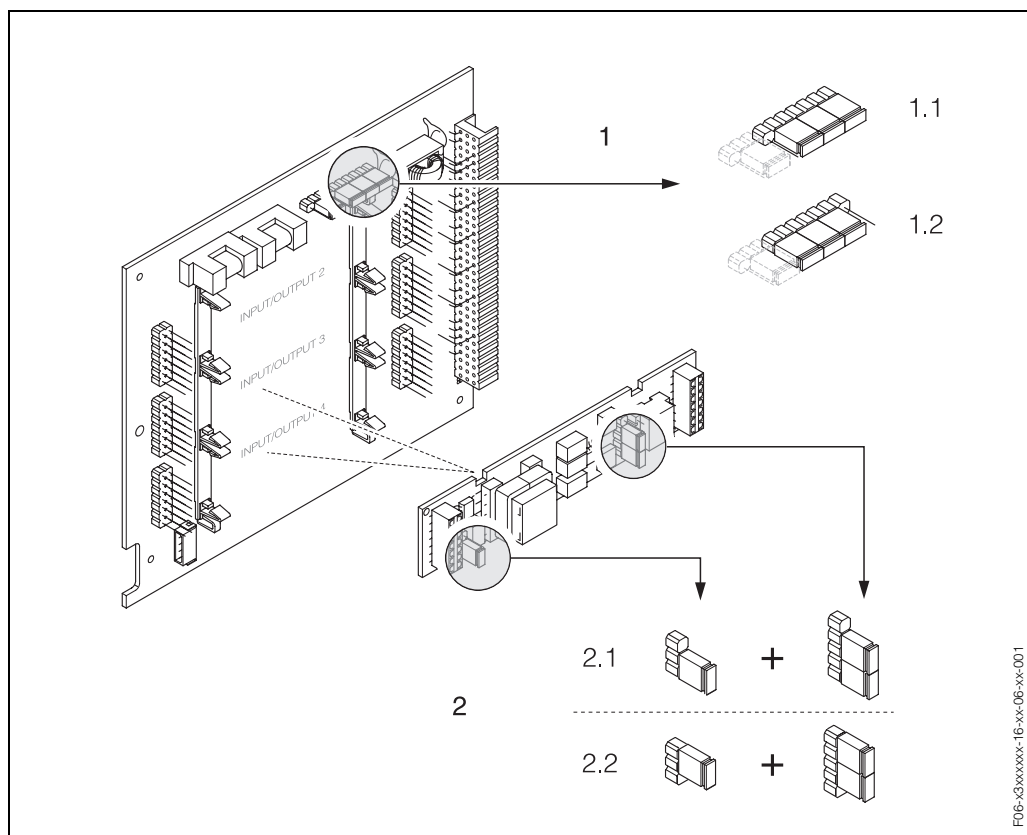

Abb. 33: Stromausgänge konfigurieren mit Hilfe von Steckbrücken (I/O-Platine)
3. Steckbrücken entsprechend Abb. 33 positionieren.
- Zerstörungsgefahr von Messgeräten! Beachten Sie die in Abb. 33 angegebenen Positionen der Steckbrücken genau. Falsch gesteckte Brücken können zu Überströmen führen und damit das Messgerät selber oder extern angeschlossene Geräte zerstören!